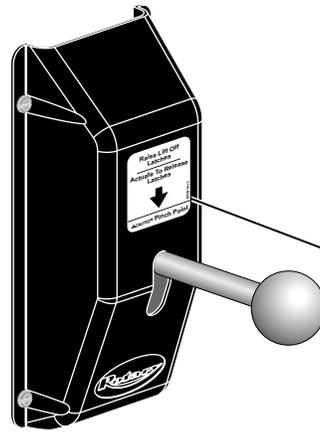

Fig. 44
33. Décalcomanie pour le débloqué des ponts éleveurs de la série M : Appliquer le décalcomanie de débloqué sur le recouvrement au-dessus de la poignée de débloqué, fig. 44.